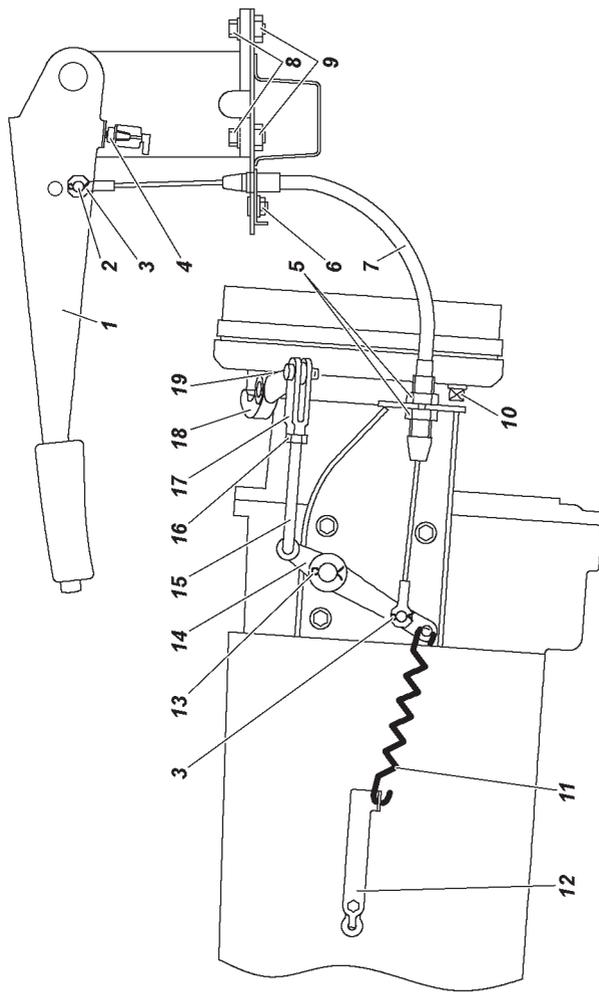

Fig. 9.28 Accionamiento del freno de aparcamiento de transmisión:
Freno de aparcamiento de transmisión que actúa sobre la transmisión (fig. 9.28).
2. Cambie la posición de la palanca del freno de aparcamiento 1 (fig. 9.28) a la posición extrema inferior.